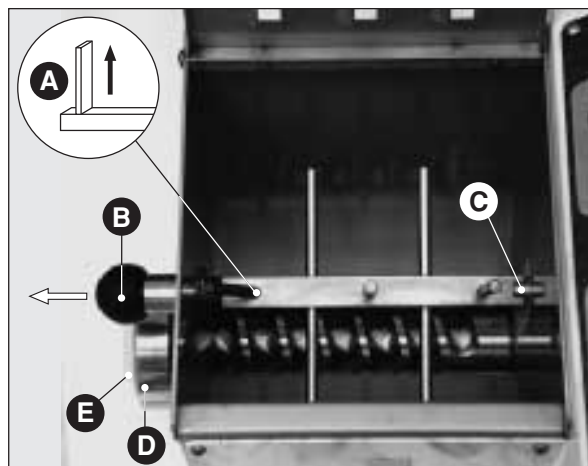

Fig. 13
- Mescolatore: assicurarsi che la pala esterna sia nella posizione verticale superiore (**Fig. 13 A**) (solo questa posizione consente lo smontaggio del pezzo).
Smontare il mescolatore, tirare il pomello (**Fig. 13 B**) fino a disimpegnare il mescolatore; sfilare l'albero quadro dalla sua sede (**Fig. 13 C**) e contemporaneamente ruotare l'estremità esterna verso l'alto. Per il montaggio del particolare operare in senso inverso con l'avvertenza di allineare la sede centrale dell'albero con il piolo del supporto mobile; quindi rilasciare il pomello.
- Ghiera (**Fig. 13 D**) e trafilatura (**Fig. 13 E**): svitare la ghiera a mano, facendo attenzione a non far cadere i pezzi, allorché la ghiera esce dalla sua sede per non procurare danni a sé o ai pezzi stessi.
- Coclea (**Fig. 13 F**): smontata la ghiera con trafilatura, la coclea si può facilmente estrarre dalla macchina spingendola dalla spirale dall'estremità interna.